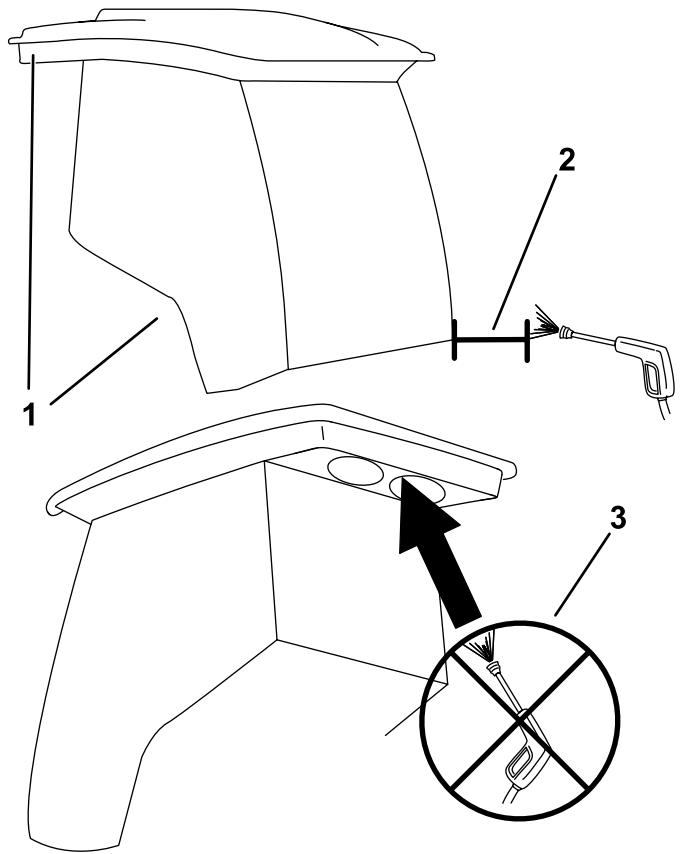

図 81
**重要** キャブシールの周辺に注意してください。図81。圧力洗浄機を使用する場合は、洗浄機のノズルをキャブから少なくとも 60cm 離して洗浄してください。キャブシールや後方のオーバーハング部にはジェットを直接当てないでください。